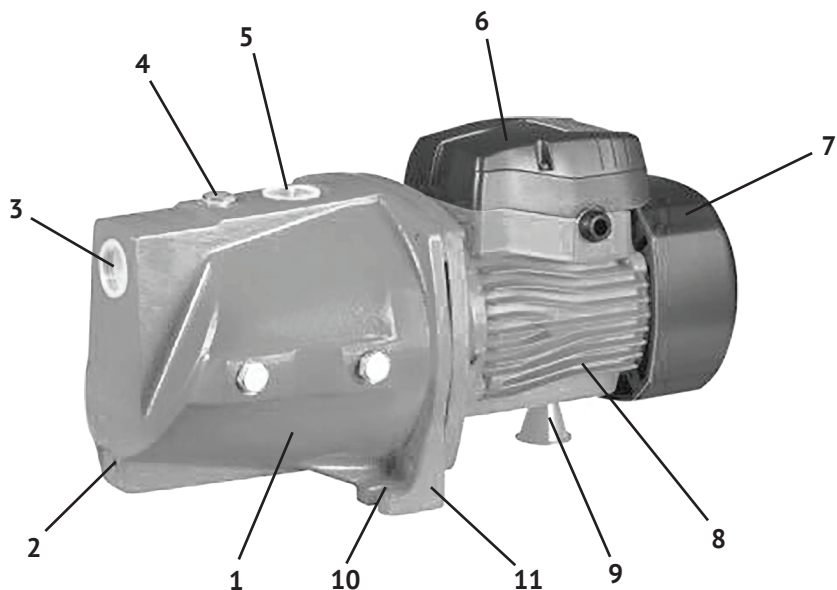

рис. 1
Насос – гидравлическая машина, преобразующая механическую энергию приводного двигателя в энергию жидкости, обеспечивающую её движение. Привод насоса осуществляется однофазным асинхронным двигателем переменного тока (рис.1 поз.8). Чугунный корпус насоса и рабочее колесо из полифениленоксида (пластик с высокой механической и химической прочностью) повышают рабочий ресурс насоса. Диффузор и эжектор, установленные в насосной части, улучшают характеристику всасывания, обеспечивают повышенную производительность и напор насоса.
На корпусе насоса указано направление вращения рабочего колеса. Входное (всасывающее рис.1 поз.3) и выходное (нагнетающее рис.1 поз.5) отверстия имеют внутреннюю резьбу G1.
1.6 Общий вид насоса представлен на рис.1
- для уменьшения вибрации рекомендуется закрепить насос, используя 2 паза (рис.1 поз.10) в опорных лапках (рис.1 поз.11);
3.1.2 После электрического подсоединения, коробка клеммная (рис.1 поз.6) должна быть плотно закрыта, чтобы избежать попадания в неё влаги;
3.1.5 Труба (шланг) всасывающей магистрали присоединяется к входному резьбовому (G1) отверстию (рис.1 поз.3). При монтаже её горизонтального участка необходимо обеспечить непрерывный угол подъёма от источника водозабора до насоса (не менее 1° к горизонту). Обратные углы не допускаются (во избежание образования воздушных пробок). Следует иметь в виду, что наибольший напор, который насос сможет обеспечить в месте его установки, будет меньше максимального напора, указанного в технических характеристиках (41 м), на величину
3.1.7 Труба напорной магистрали присоединяется к выходному резьбовому отверстию (рис.1 поз.5). Резьбовые соединения трубопроводов следует выполнять с применением сантехнических средств (фторопластовая лента, пакля с пастой и т.п.), для надёжной герметизации.